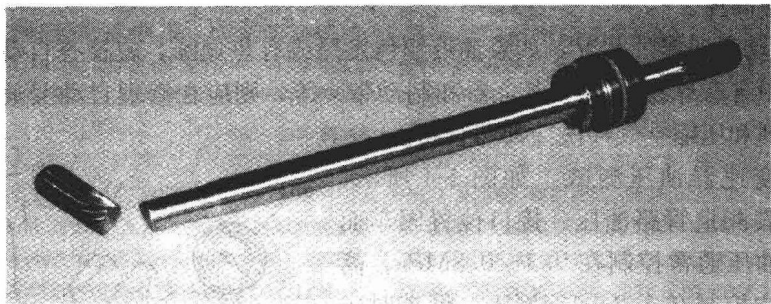
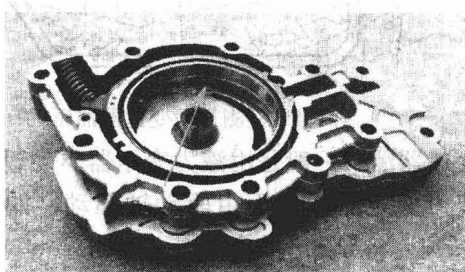
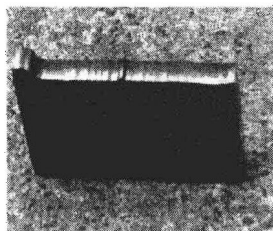

图 1-5 断裂的油泵驱动轴
图 1-6 磨损的叶片泵滑动套
图 1-7 磨损的叶片泵叶片
3) 故障诊断:此车已行驶 170000km,在行驶途中,突然出现车辆不能行驶的故障,随后拖至汽修厂修理。首先检查变速器油液面,正常,但油质不良,判断已有很长里程没有更换变速器油了。用 TECI-12 检查电控系统,没有故障记忆;测量各数据也没有发现异常。连接油压表,测量油压,结果发现是 0,踩下加速踏板,提高发动机转速,结果还是一点油压也没有。拆下油底壳,拆下滤清器,也没有完全堵死。于是决定拆下变速器,重点检查油泵是否损坏。解体自动变速器,首先发现油泵驱动轴从变矩器侧的端部断开,剩下的一小截还在变矩器内。观察油泵轴断裂处花键部位有明显扭曲的现象,实物如图 1-5 所示,说明油泵驱动轴在断裂前承受较大的扭力,还需进一步检查油泵。此变速器配用的是改进后的新型油泵,共有三层结构,把油泵的定位销冲出后,解体油泵,检查叶片及滑动套,发现都有严重的磨损,出现很深的沟槽,实物如图 1-6 和图 1-7 所示。询问车主,说此车在初始的 50000km 更换变速器油后,又行驶了 120000km 没有更换过自动变速器油。因自动变速器油脏污、变质,加上叶片泵对油质敏感,叶片和滑动套间因严重磨损而发卡,咬死在一起,扭断油泵轴。更换油泵总成、油泵驱动轴和修理包后,自动变速器恢复正常。